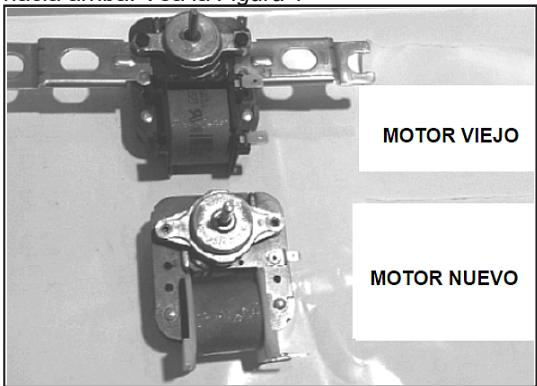

Figura 1
3. Coloque el nuevo motor del ventilador al lado del viejo con el eje hacia arriba. Vea la Figura 1